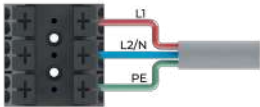

Figure 12
- Dégagez environ 6 mm d'isolant de chacun des 3 fils (L1, L2, PE) et insérez les conducteurs dans la borne à connexion rapide comme indiqué dans la figure 12. Assurez-vous que les fils sont correctement connectés et que l'isolant est à l'intérieur des connecteurs.